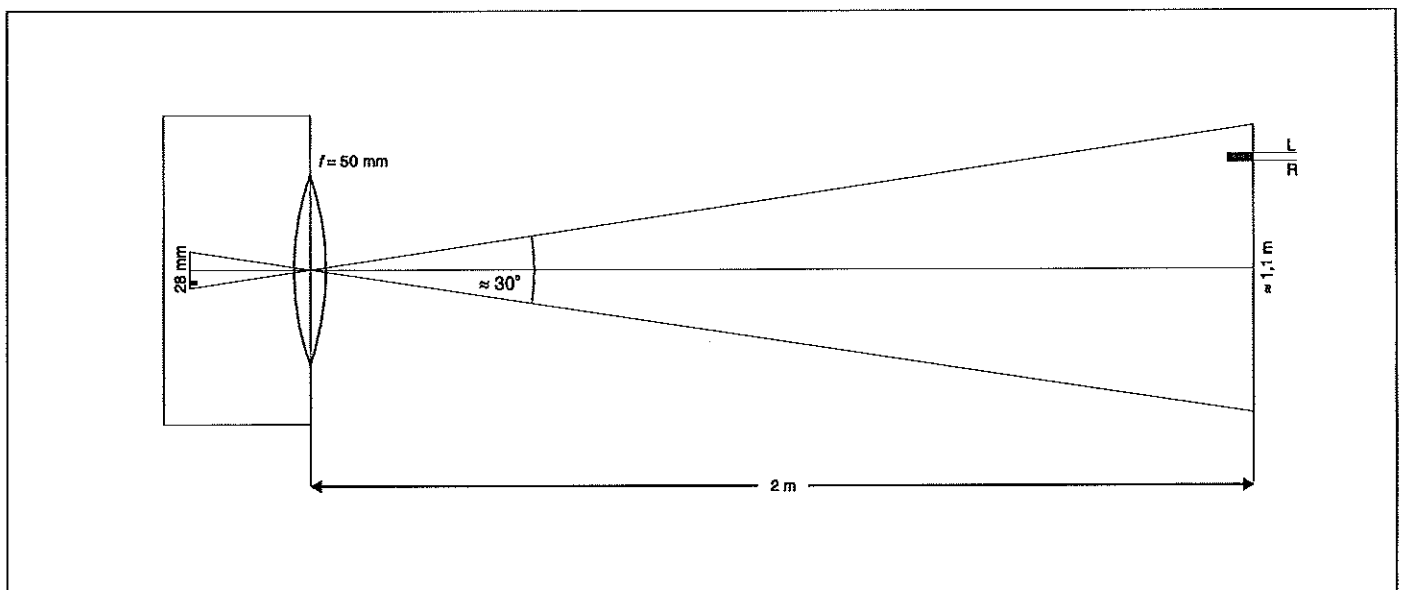

Fig. 4
Pour le relevé des déplacements (voir fig. 4), la caméra cherche les reflets de la feuille réfléchissante (voir aussi 3.3). Lorsqu'elle les a trouvés, leur nombre, leur largeur maximale en % ainsi que leur position sont affichés sur le cadran à cristaux liquides ⑦ de VidéoCom. L'ouverture du diaphragme de l'objectif doit ici être minimale et le réglage de l'éloignement sur l'objectif sur la position infini (cela suffit en général à cause de la grande précision en profondeur). Pour tout autre ajustage, voici comment procéder: